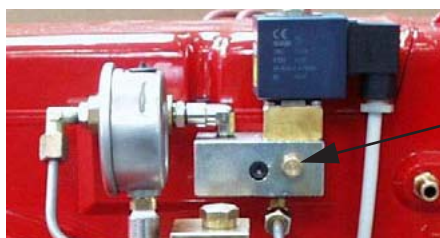
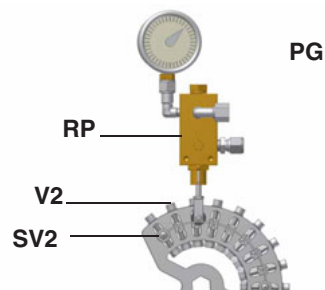

Рис. 21
Рис. 22
- 6 Давление питания форсунки уже отрегулировано заранее на заводе-изготовителе и не должно изменяться. Только в случае необходимости, отрегулировать давление питания (см. соответствующий параграф) следующим образом: установить манометр в положение, указанное на Рис. 21, воздействовать на регулировочный винт **VR** насоса (см. Рис. 22) до получения на форсунке давления в 20 бар (см. таблицу на Стр.22);
- 7 для получения максимального расхода дизельного топлива регулировать давление (считывая значения на манометре PG), не изменяя при этом, уже отрегулированный, во время настройки работы на газе, расход воздуха (см. предыдущий параграф): все время проверяя параметры параметры горения, воздействовать на винт варьируемого сектора, соответствующий жидкому топливу **SV2** (см. Рис. 22), но по достижении положения большого пламени.